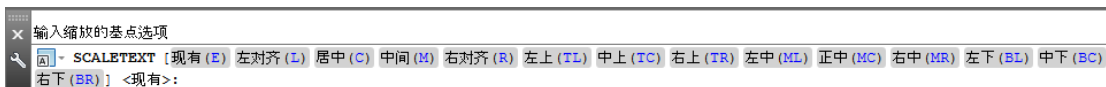

图 7.2.6 命令行提示
Step3. 系统命令行提示 **选择对象:** ，选取欲缩放的文字，按 Enter 键结束选取；在图 7.2.6 所示的提示下直接按 Enter 键；输入新高度值 5 后，按 Enter 键。至此完成缩放操作。
- 可以通过图 7.2.6 中的选项指定比例缩放文字的基点位置。指定的基点位置将分别应用到每个选择的文字对象上。例如，如果选择“中间 (M)”选项，则分别对